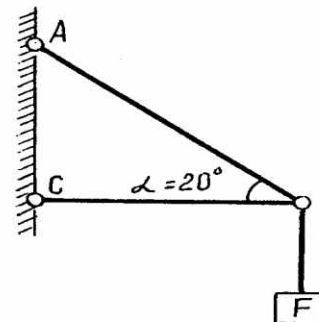

Рис. 3
1. Механизм (рис.3) состоит из стержней  $AB$ ,  $BC$ , соединенных шарниром  $B$ , который вертикальной тягой связан с грузом  $F$ .